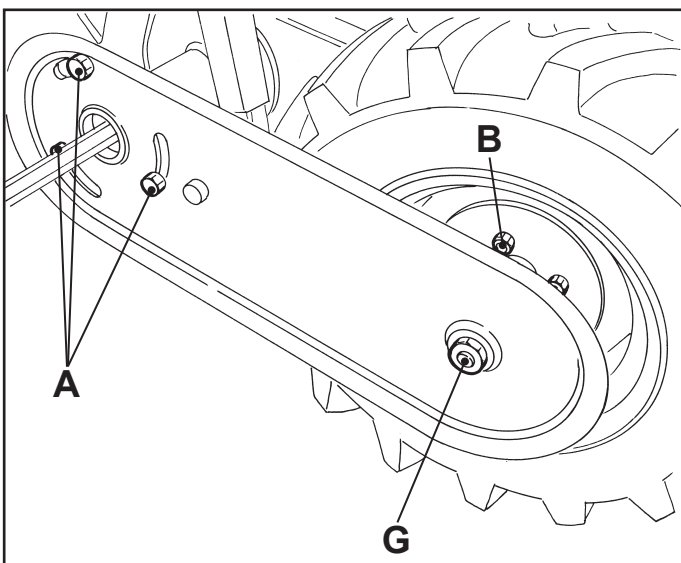

Fig. 1
- Togliere le tre viti (A) più il dado (G - Fig. 1).
- Togliere i dadi ruota (B) ed estrarre la ruota.
- Remove the screws (A) and the screw nuts (G - Fig. 1).
- Remove the wheel screw nuts (B) and take out the wheel.
- Enlever les trois vis (A) et l'écrou (G - Fig. 1).
- Enlever les écrous de la roue (B) et extraire la roue.
- Quite los tres tornillos (A) y la tuerca (G - Fig. 1).
- Quite las tuercas de la rueda (B) y extraiga el piñón.